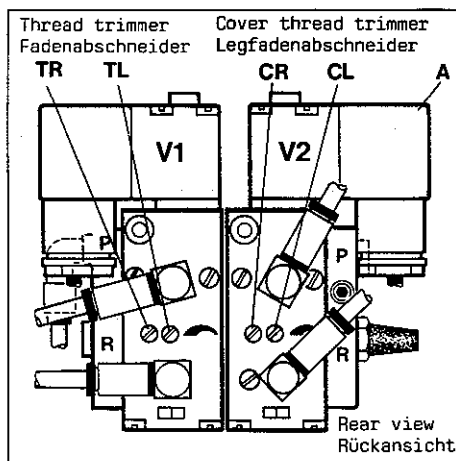
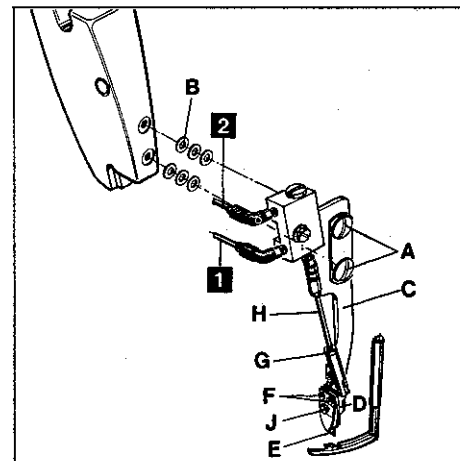

Fig. 62
Fig. 63
6.1 Keep power and air supply of cover thread trimmer disconnected by loosening the securing screw and pulling-out plug (A, Fig. 62) on valve (V2) and by disconnecting the PA-tubes (1 and 2, Fig. 63) on the air cylinder of the trimmer. Insert the ten prong plug of the thread trimmer drive on the motor. Switch-on the motor. Switch-on the air supply on toggle lever valve under the table board. Sew and cut the looper and the needle threads with fabric under the presser foot. The machine stops with needles in up position. Switch-off motor and air supply.
Hint: Also with the cover thread trimmer not yet assembled to the head cover, the needles can be set to up position as described. Assemble the cover thread trimmer with two screws (A, Fig. 63) and four or six washers (B) on the head cover (K) of the machine. Use the washers only in pairs and only so many that the holder (C) of the cover thread trimmer will not contact the head cover (K). Temporarily only snug screws (A) and make sure that the cover thread trimmer does not damage the spreader.
6.1 Trennen Sie den Legfadenabschneider von der Strom- und Luftzufuhr durch Lösen der Sicherungsschraube und herausziehen des Steckers (A, Fig. 62) am Ventil (V2) und durch Lösen der PA-Schläuche (1 und 2, Fig. 63) am Luftzylinder des Abschneiders. Stecken Sie den 10 poligen Stecker des Fadenabschneider-Antriebs am Motor ein. Schalten Sie den Motor ein. Schalten Sie die Luftzufuhr am Kipphebelventil unter der Nähtischplatte ein. Nähen Sie und schneiden Sie den Greifer- und die Nadelfäden im Stoff ab. Die Maschine näht mit den Nadeln in Hochstellung. Schalten Sie Motor und Luftzufuhr aus.
Hinweis: Auch wenn der Legfadenabschneider noch nicht am Kopfdeckel angebracht ist, können die Nadeln, wie beschrieben, in Hochstellung gebracht werden. Montieren Sie den Legfadenabschneider mit zwei Schrauben (A, Fig. 63) und vier oder sechs Scheiben (B) an den Kopfdeckel (K) der Maschine. Verwenden Sie die Unterlagscheiben nur paarweise und nur so viele, daß der Halter (C) des Legfadenabschneiders am Kopfdeckel (K) nicht anliegt. Ziehen Sie die Schrauben (A) vorerst nur leicht an und achten Sie darauf, daß der Legfadenabschneider den Legger nicht beschädigt.
6.2 Loosen the two screws (F, Fig. 63), fastening the trimmer to holder (C) and set it so that it clears the spreader with sewing thread size. Rotate the pulley manually several times when making this adjustment and check the clearance of the trimmer to spreader and needle holder. Retighten screws (F).
6.3 The tip of the movable thread catch knife (D, Fig. 63) should be flush with the fixed knife (E). For adjustment loosen nut (G) and turn connecting rod (H) accordingly. Use two open-end wrenches with 4 mm (5/32 in.) size of jaw for making this adjustment. Retighten nut (G).
6.4 The clamping pressure for the top cover thread and the cutting pressure of the knives can be adjusted with screw (J, Fig. 63) if required. Reconnect the cover thread trimmer to power and air supply.
6.2 lösen Sie die beiden Schrauben (F, Fig. 63) mit denen der Abscheider am Halter (C) befestigt ist und stellen Sie ihn so, daß er zur Legerspitze mit Nähgarnstärke freigeht. Drehen Sie bei dieser Einstellung die Handrad-Riemenscheibe mehrmals von Hand durch und überprüfen Sie die Freigängigkeit des Abschneiders zum Leger und zum Nadelkopf. Ziehen Sie die Schrauben (F) wieder an.
6.3 Die Spitze des beweglichen Fadenfängermessers (D, Fig. 63) soll mit dem feststehenden Messer (E) bündig sein. Zur Einstellung lösen Sie die Mutter (G) und drehen die Schubstange (H) entsprechend. Verwenden Sie zur Einstellung zwei Gabelschlüssel mit 4 mm Schlüsselweite. Ziehen Sie die Mutter (G) wieder an.
6.4 Der Klemmdruck für den Oberlegfaden und der Schneiddruck der Messer kann, bei Bedarf, mit der Schraube (J, Fig. 63) eingestellt werden. Schließen Sie den Legfadenabscheider wieder an der Strom- und Luftzufuhr an.
The speed for the movement of the thread trimmer mechanism to the left for cutting is regulated with screw (TL, Fig. 62) and the speed for the movement to the right in home position is regulated with screw (TR) on valve (V1).
The speed for the movement to open the movable thread catch knife on the cover thread trimmer is regulated with screw (CL, Fig. 62) and the movement for clamping and cutting the thread is regulated with screw (CR) on valve (V2).
Die Geschwindigkeit für die Bewegung des Fadenabschneidermechanismus nach links zum Schneiden wird mit der Schraube (TL, Fig. 62) und für die Bewegung nach rechts in die Ruhestellung mit der Schraube (TR) am Ventil (V1) reguliert.
Die Geschwindigkeit für die Bewegung zum Öffnen des beweglichen Fadenfängermessers am Legfadenabschneider wird mit der Schraube (CL, Fig. 62) und die Bewegung zum Klemmen und Abschneiden des Fadens mit der Schraube (CR) am Ventil (V2) reguliert.